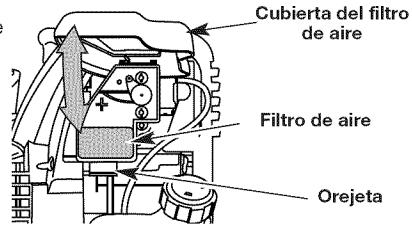

Fig. 23
- Abra la tapa del filtro de aire. Empuje hacia adentro la lengüeta que está en lado inferior de la tapa. Despues hale hacia afuera y arriba la tapa del filtro de aire. (Fig. 23).
- Instale de nuevo la tapa del filtro de aire. Haga coincidir las ranuras que hay en la parte superior de la tapa del filtro de aire con las lengüetas de la parte superior de la placa posterior (Fig. 23).
- Gire la tapa hacia abajo hasta que la lengüeta de la placa posterior del filtro de aire se enganche en la ranura de la tapa del filtro de aire (Fig. 23).